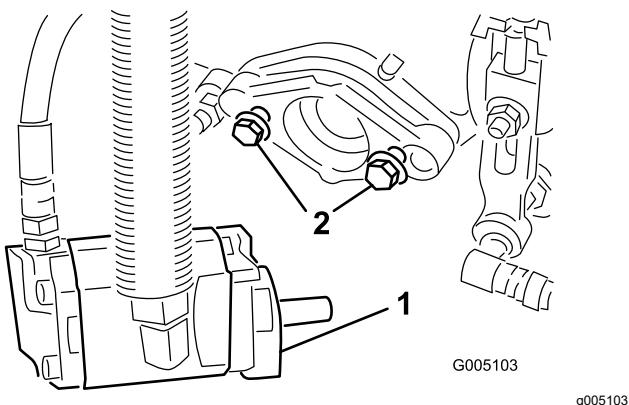

Figure 9
- Veillez à laisser dépasser environ 13 mm de filetage sur chaque boulon de fixation de moteur d' entraînement de cylindre (Figure 9).
- Resserrez les boulons de montage (Figure 9).